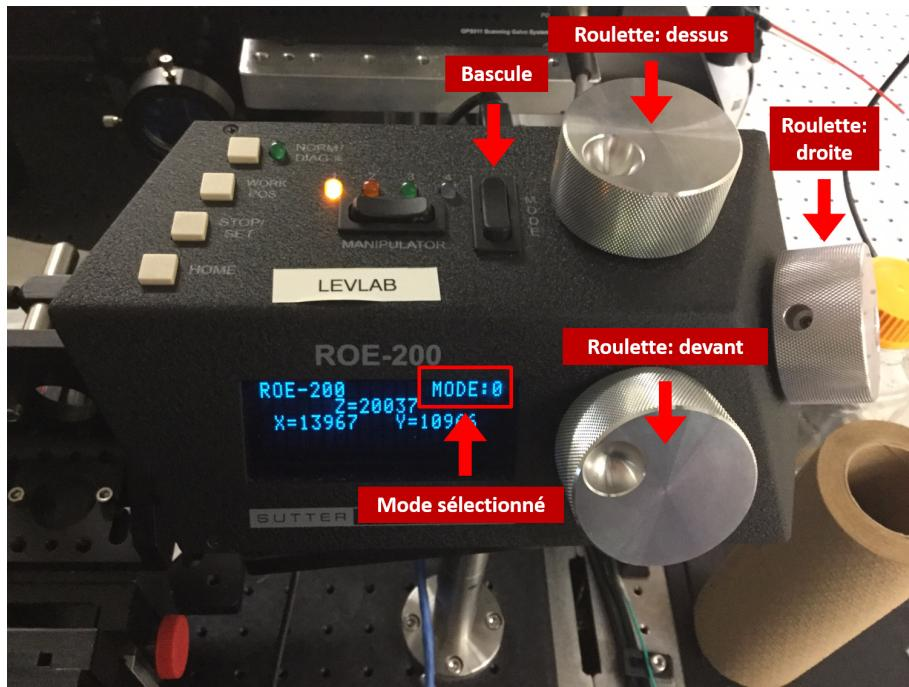

Figure 17 – Roulettes de la base motorisée
6. A l'aide des *roulettes* (voir figure 17), ajuster la position de l'échantillon.
2. Tourner la *roulette de devant* (voir figure 17) dans le sens antihoraire jusqu'à atteindre le rebord de l'échantillon, i.e. perdre du signal de fluorescence à l'écran. Il s'agit d'un extremum local mais peut-être pas de l'extremum global.
3. En se souvenant des observations notées à l'étape 4, tourner un peu la *roulette du dessus*, puis réajuster la *roulette de devant* pour retrouver l'extremum local. Le but est d'avoir la valeur la plus petite possible pour la *roulette de devant*. Les valeurs des roulettes sont affichées comme sur la figure 17. Itérer jusqu'à retrouver l'extremum global.
9. Tourner la *roulette de droite* (voir figure 17) dans le sens antihoraire jusqu'à atteindre le rebord de l'échantillon, i.e. perdre du signal de fluorescence à l'écran. Cliquer sur *LO*.